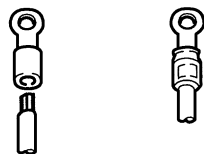

図2.6 圧着端子
- 電源配線および保護接地配線には、絶縁スリーブ圧着端子(4mmねじ用)を使用してください(次ページの図2.6参照)。